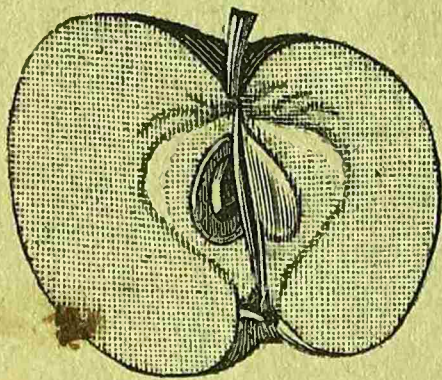

Fig 60.
43.—Las manzanas y las peras.—Solo durante el otoño es cuando se hace la cosecha de las manzanas y de las peras (fig. 60) producidas por las flores que hemos visto en medio de la primavera.